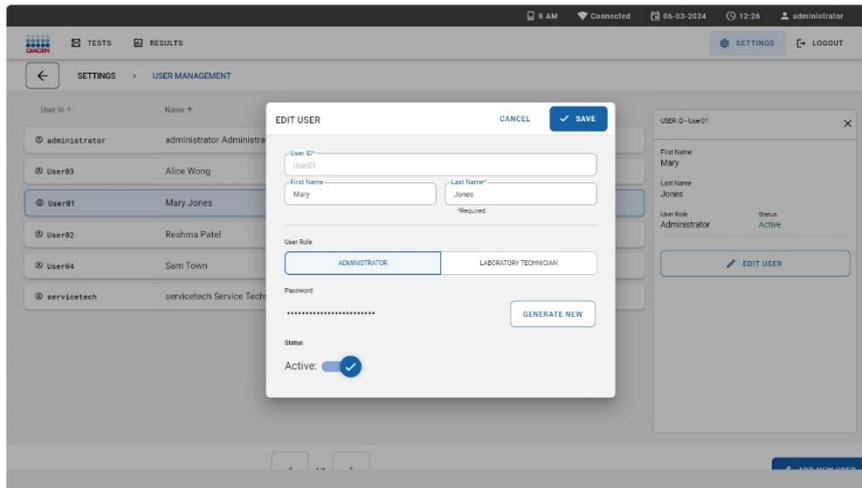

Figura 71. Finestra di dialogo Edit user (Modifica utente).
1. Selezionare l'utente da gestire dall'elenco (Figura 71).